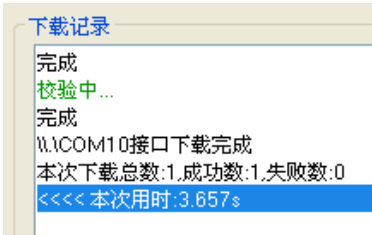

图 3.6
- i. 下载结束，软件会在“下载记录”栏显示当前下载状态，下载成功如图 3.6；